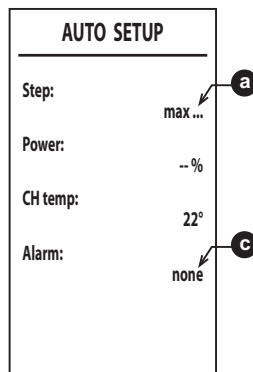

fig. 53
- Dacă faza de aprindere eșuează, apare mesajul **[max_err]** la punctul **a** și un cod de eroare la punctul **c** (fig. 53). Cauzele posibile pentru lipsa aprinderii sunt enumerate în **Nota 2**. Ieșiți din Auto Setup cu tasta **↺**, rezolvați anomalia și repetați procedura de la punctul 1.